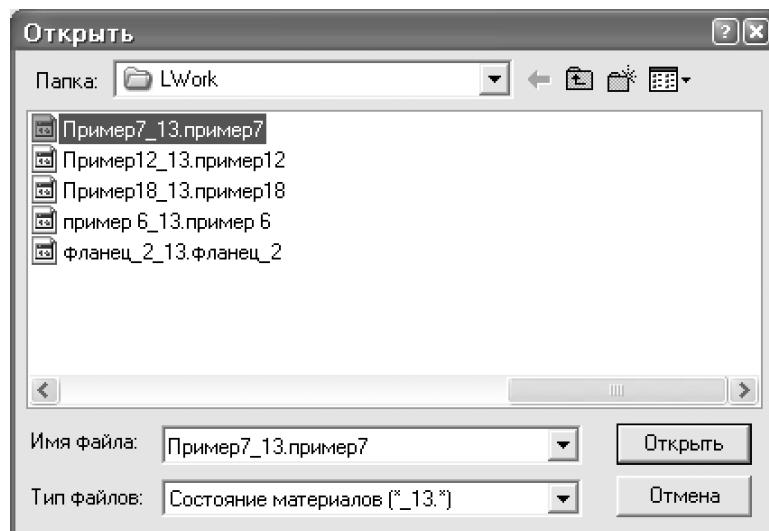

Рис.7.28. Диалоговое окно Открыть
- В диалоговом окне **Открыть** (рис.7.28) в раскрывающемся списке выберите тип файлов **Состояние материалов (*.13.*)**.
- В диалоговом окне **Открыть** (рис.7.28) в раскрывающемся списке выберите тип файлов **Перемещения по шагам (*.35.*)**.
- В диалоговом окне **Открыть** (рис.7.28) в раскрывающемся списке выберите тип файлов **Усилия (напр.) по шагам (*.36.*)**.